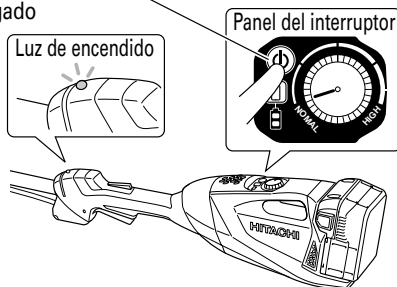

Fig. 31
2. Encienda la herramienta para jardín. (Fig. 31)